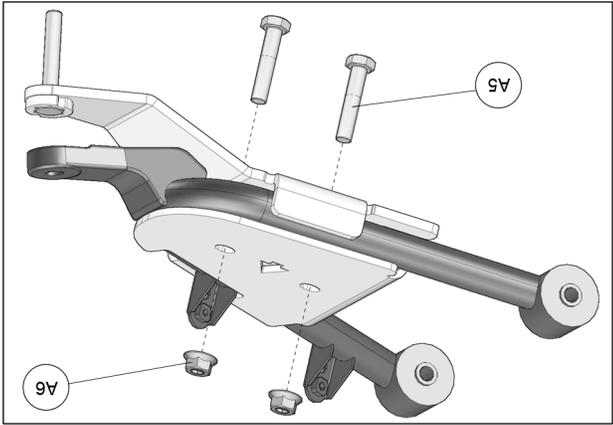

Fig. 18
6. Insérer les boulons M10x50mm (A5) par le dessous de l'ancrage. Assembler les deux parties avec les écrous (A6) fournis. Serrer l'assemblage à un couple de 50 N•m [37 lb•pi]. Voir la Fig. 18